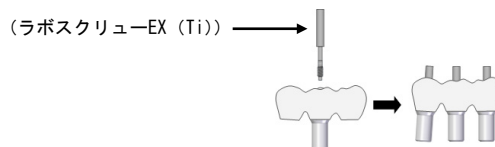

図 3
- 6) ポリッシングプロテクター EX (Ti) の使用方法（図 3）
- ① ラッピングドライバー EX A (Ti)、B (Ti) により研磨調整を終えた鋳造体咬合面にポリッシングプロテクター EX (Ti) を嵌め合わせる。
- ② ラボスクリュー EX (Ti) により固定し、適切な研磨器具を用い鋳造体を研磨する。